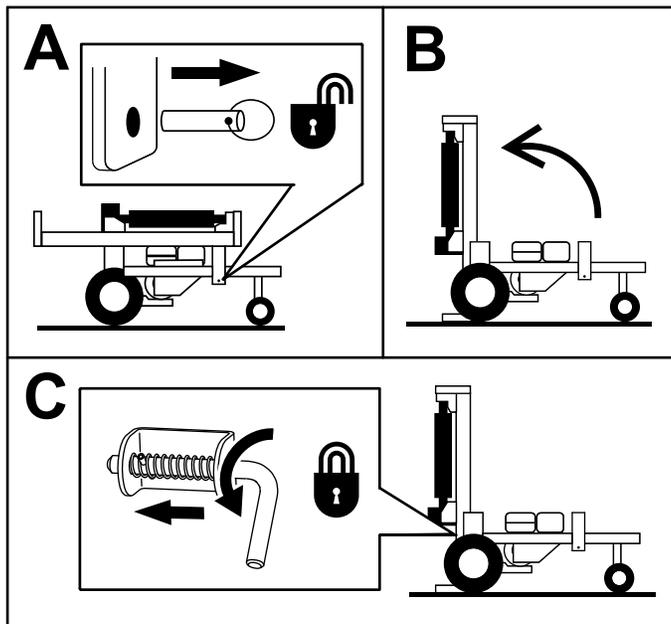

Figure 8
3. Retirez la goupille de verrouillage (Figure 8).
4. Faites pivoter le rail en position verticale, en appui contre la base de la machine (Figure 8).
5. Tournez le levier de verrouillage de la position verticale en position fermée pour bloquer le rail inférieur en place (Figure 8).